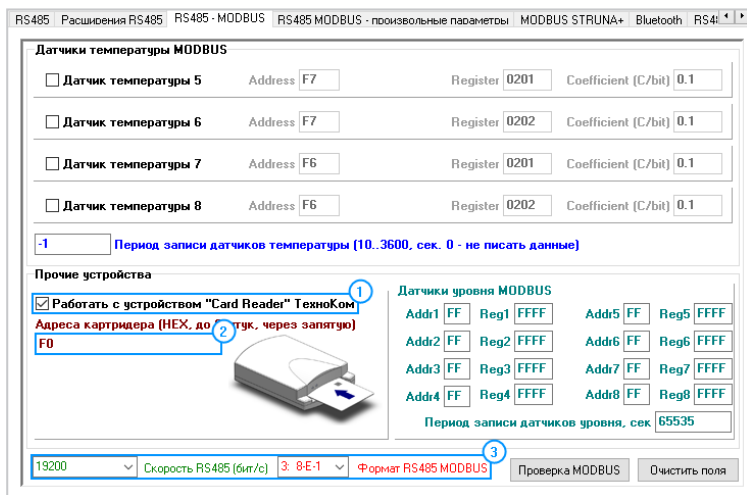

Рис.22. Настройка шины RS-485 контроллера АвтоГРАФ.
- разрешите работу контроллера со считывателем, установив галочку напротив опции «Работать с устройством «Card Reader» ТехноКом» (**Рис.22, п.1**);
- задайте формат и скорость работы интерфейса RS-485 (MODBUS) контроллера (**Рис.22, п.3**). Обратите внимание, что для возможности удаленной настройки и обновления прошивки считывателя через сервер посредством контроллера АвтоГРАФ в обоих устройствах должен быть установлен формат 8-N-1.